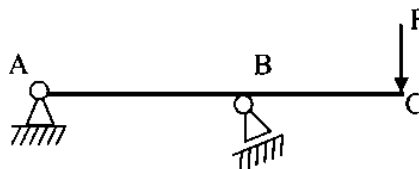

Рис.3
- Задача 1. Показать на схеме рис.3 реакции связей балки ABC.